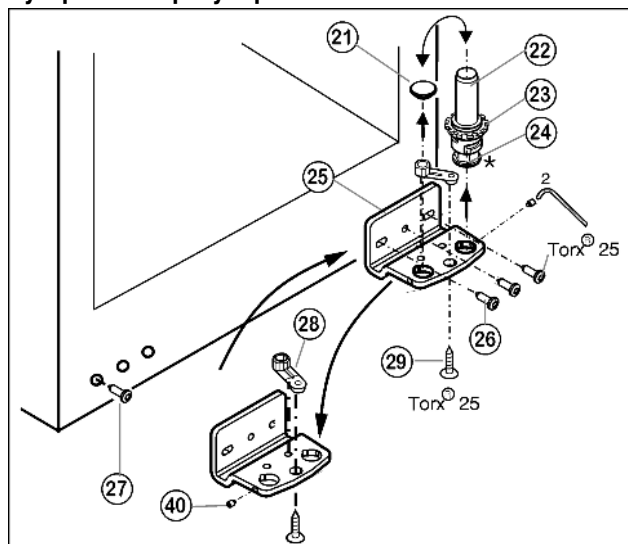

Fig. 6
- ▶ Отвинтите установочный винт Fig. 6 (40) приблизительно на один оборот прилагаемым торцевым ключом.
- ▶ Извлеките опорный винт Fig. 6 (22) в комплекте с шайбой Fig. 6 (23) и регулируемой опорой* Fig. 6 (24), вывинчивая его вверх.
- ▶ Снимите пробку Fig. 6 (21).
- ▶ Открутите Fig. 6 (26) опорный кронштейн Fig. 6 (25).
- ▶ Полностью выкрутите установочный винт *Fig. 6 (40)* и вкрутите на противоположной стороне на нижнем опорном кронштейне, чтобы он был заподлицо с этим кронштейном.
- ▶ Открутите *Fig. 6 (29)* опорную деталь *Fig. 6 (28)* и, переставив в отверстие на противоположной стороне опорного кронштейна, снова прикрутите.
- ▶ Переставьте пробку *Fig. 6 (21)* в свободное отверстие.
- ▶ Выкрутите болт *Fig. 6 (27)* и переставьте его на противоположную сторону.
- ▶ Снова прикрутите опорный кронштейн *Fig. 6 (25)* на новой стороне шарнира (**с моментом 4 Нм**). При необходимости используйте аккумуляторный шуруповерт.
- ▶ Вновь установите опорный винт *Fig. 6 (22)* в комплекте с шайбой и регулируемой опорой*.
- ▶ Затяните установочный винт *Fig. 6 (40)*.
- ▶ Установите дверцу сверху на нижний опорный палец *Fig. 6 (22)*.
- ▶ При необходимости выровняйте дверцу через два продольных паза в нижнем опорном кронштейне *Fig. 6 (25)* параллельно корпусу устройства. Для этого выкрутите средний винт.